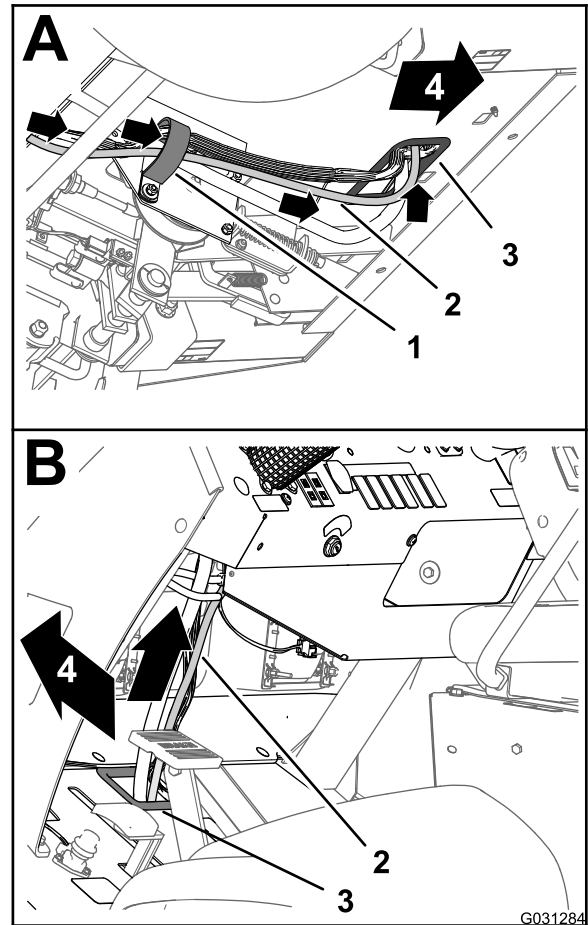

Figure 142
3. Acheminez la branche de 220 cm du faisceau de données vers l'avant et à travers le passe-câble qui entoure le trou dans le panneau de plancher (Figure 142).
4. Acheminez la branche de 220 cm du faisceau de données vers le haut et le long du faisceau avant de la machine (Figure 142).